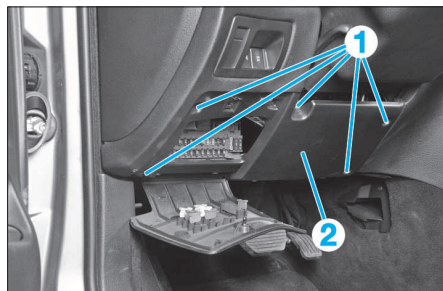

FIG. 12
- les 5 vis (1) (Fig.12) du cache inférieur de planche de bord.